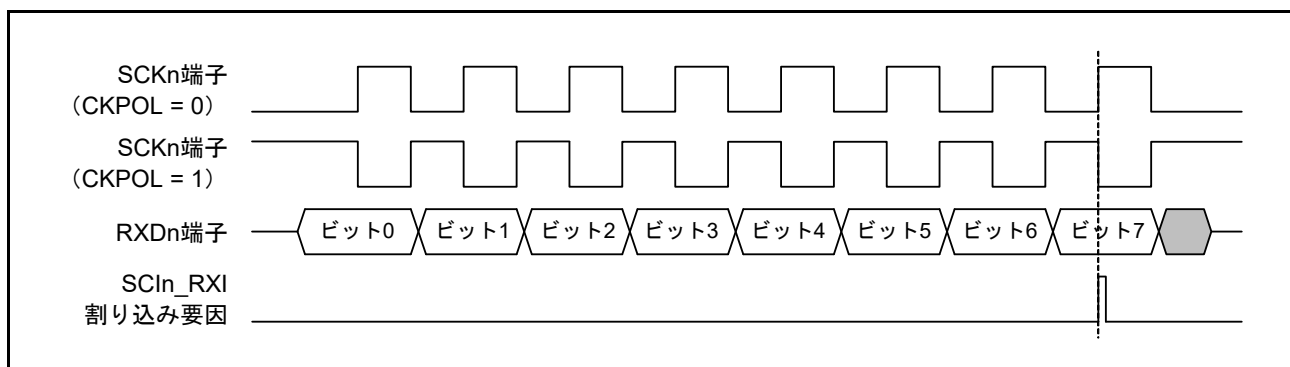

図 30.79 簡易 SPI モードにおける SCIn_RXI 割り込みの発生タイミング (クロック遅れあり)
(1) マスタモード
- クロック遅れありの設定 (SPMR.CKPH ビット = 1) では、図 30.79 に示すように、SCKn 端子の最終クロックエッジ手前のクロックエッジで受信データフル割り込み (SCIn_RXI) が発生します。SCR.TE ビットと SCR.RE ビットを SCKn 端子の最終クロックエッジより前に 0 にすると、SCKn 端子出力がハイインピーダンスとなり、送受信クロックの最後のクロックパルス幅が短くなります。また、SCIn_RXI 割り込みの発生によって、SCKn 端子の最終クロックエッジより前に接続先スレーブの SSn 端子入力信号が High になった場合、スレーブが誤動作する可能性があります。